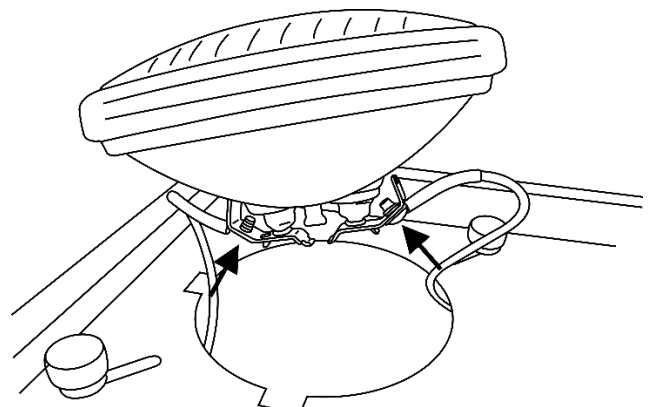

Abb. 06
- 06) Befestigen Sie die beiden Kabel mit den Schrauben auf der Rückseite der Lampe. Stecken Sie die Lampe in die Fassung (Abb. 06).